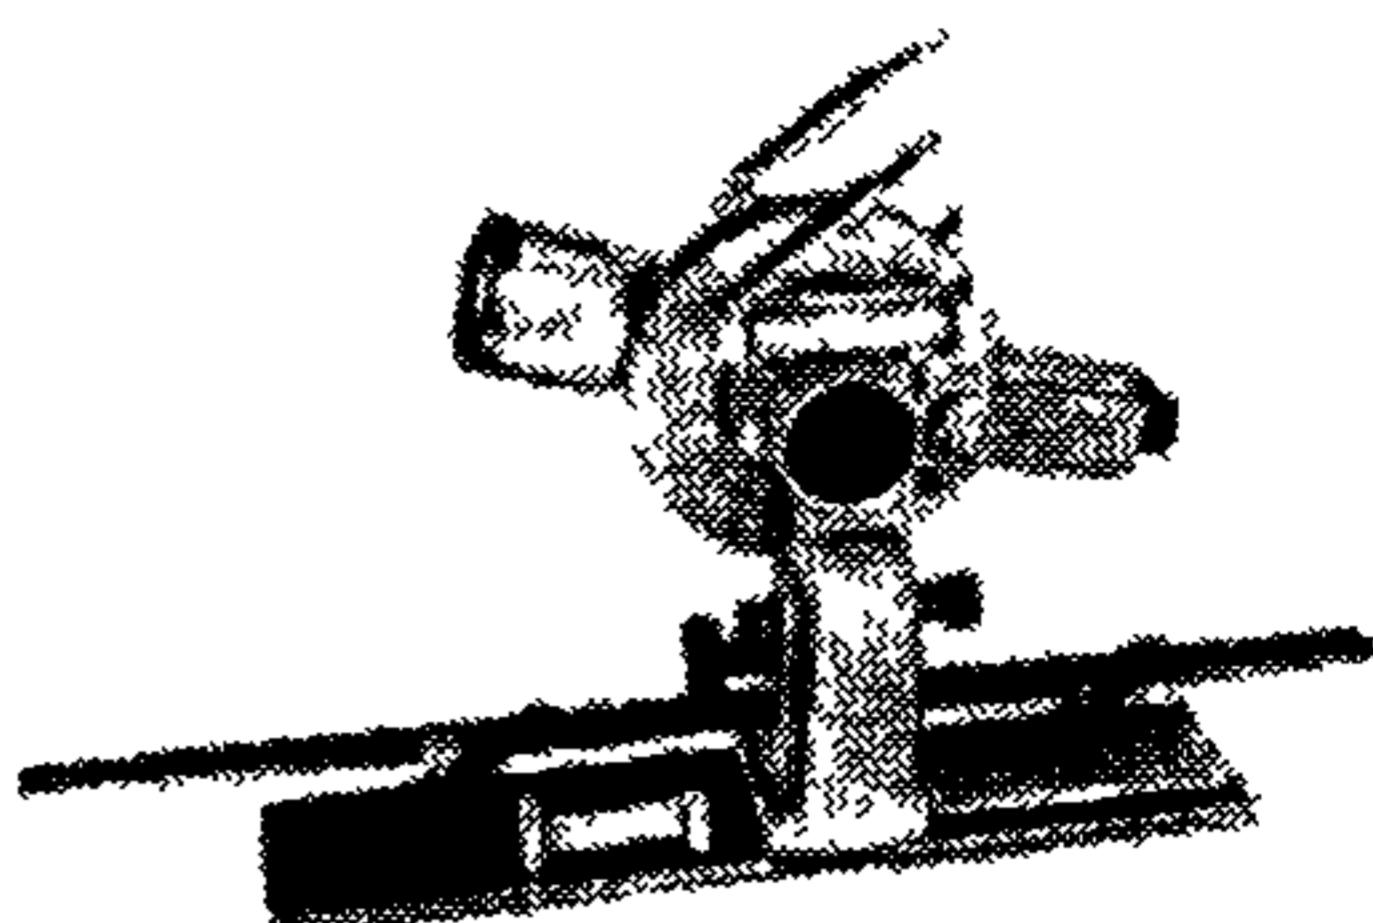

Рис. 21. Кипрегель-автомат
4.6. Кипрегель авторедукционный КА-2 (рис. 21) в комплекте с мензулой предназначен для выполнения мензульной съемки с составлением топографического плана непосредственно в процессе полевых измерений.